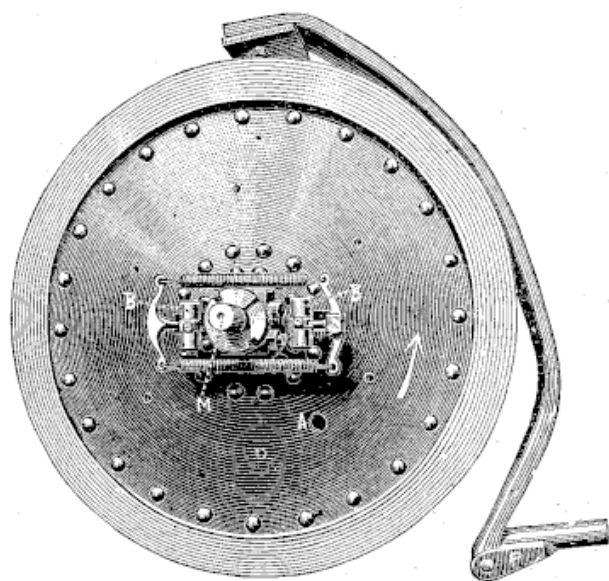

Fig. 146
Le moteur Bollée est modéré, comme la plupart des moteurs, par un régulateur à deux masses. Ces deux petites pièces B B (fig. 146) sont renfermées dans la boîte ronde nickelée que l'on voit au centre du volant (1) et
derrière lui. Ces branches de levier peuvent s'éloigner du centre avec les masses qu'elles portent; la figure 146 laisse voir à droite près de B l'entaille noire dans laquelle peut se mouvoir la branche en s'éloignant du centre.
(1) Les encoches que l'on voit à l'extrémité de l'arbre (fig. 146) servent, quant aux deux petites carrées qui sont diamétralement opposées, au démontage du volant; la troisième, en forme de V, à la prise de la manivelle détachable de mise en marche.